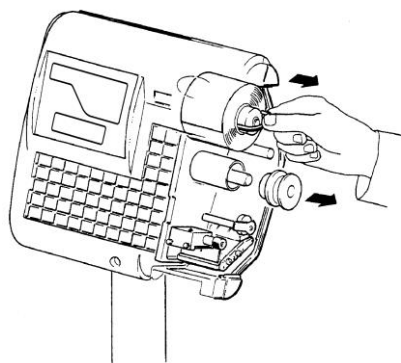
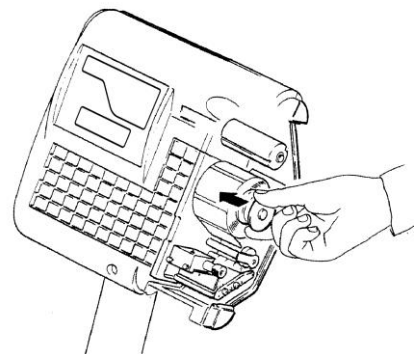

fig. 3
fig. 4
- Togliere la flangia ferma rotolo, sfilare la forcilla metallica ed estrarre la carta siliconata accumulata sul riavvolgitore (fig.3); ora la stampante è vuota e quindi pronta ad accettare il nuovo rotolo di carta o etichette. Infilare il nuovo rotolo sul supporto porta rotolo e bloccarlo con la flangia ferma rotolo (fig.4)